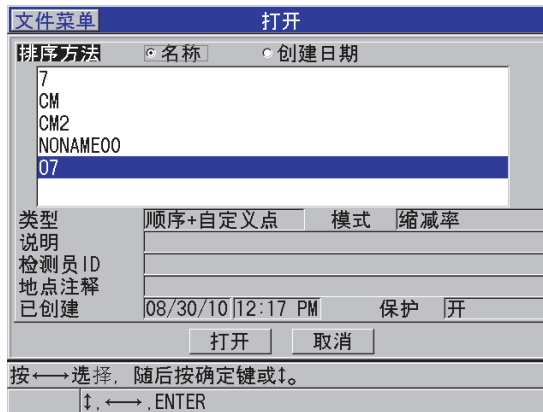

图 11-16 打开文件
3. 在**打开**屏幕上（参见第 189 页的图 11-16）：